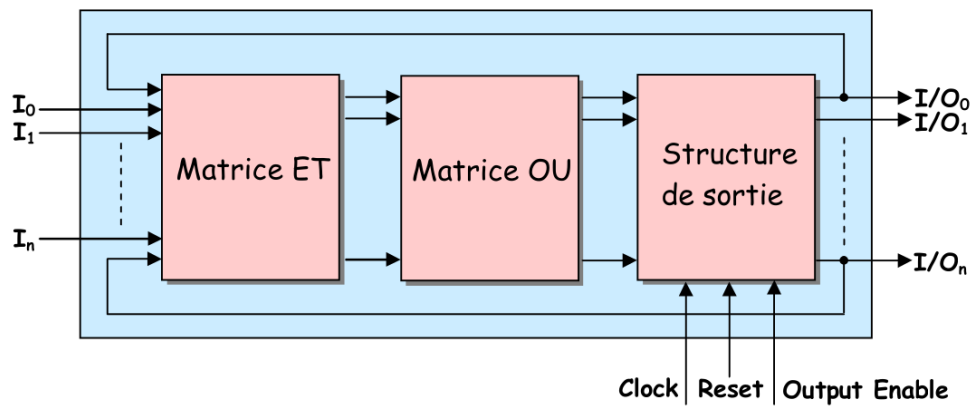

FIG. 1 : Structure de base d'un circuit logique programmable (PLD).
La plupart des PLDs suivent la structure de base de la figure 1. En effet, Un PLD comprend généralement trois parties principales :
- $/x$ signifie $\bar{x}$ (voir figure 1).